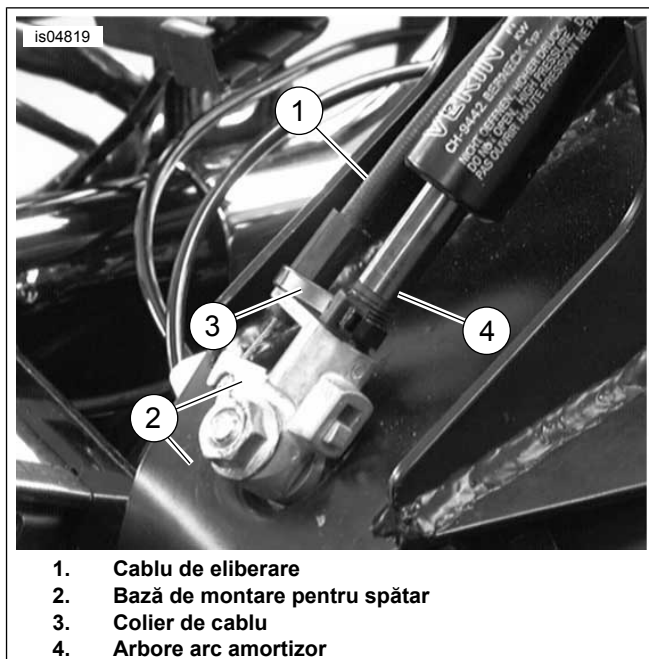

Figura 6. Ataşarea cablului la baza suportului spătarului
12. Figura 6 Atașați cablul de eliberare (1) la baza suportului de montare pentru spătar (2), după cum se arată. Fixați cu grijă cablul la arborele arcului de gaz (4) cu cureaua de cablu furnizată (3). Nu strângeți prea mult cureaua de cablu.